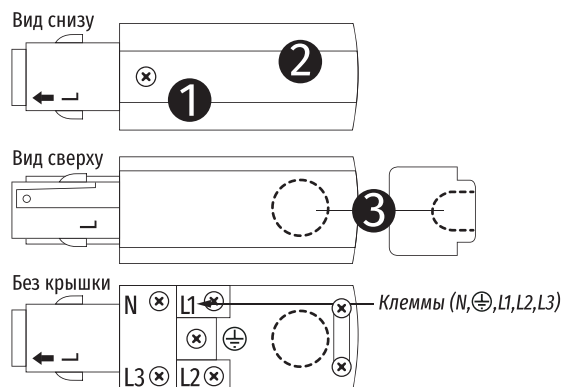

Рисунок 5
- Открутите винты снизу ввода питания (1), снимите крышку (2). Сделайте отверстие для кабеля либо сверху ввода питания, либо в торце крышки (место для ввода отмечено кругом (3)). Введите кабель через отверстие и подключите к клеммной колодке в соответствии с обозначением контактов, зафиксируйте провода. Установите и закрепите крышку ввода питания на место, **рис. 5**.